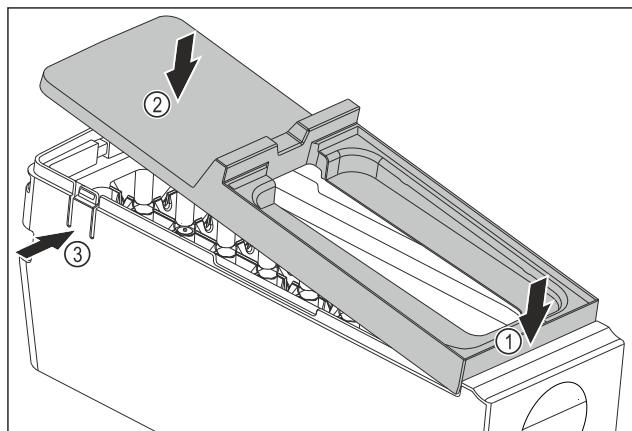

Fig. 94
- Montirajte poklopac tijela sustava EasyTwist-Ice: Postavite poklopac sprjeđa. Fig. 94 (1)
- Spustite poklopac straga. Fig. 94 (2)
- Poklopac će se čujno uglaviti u oba ježica Fig. 94 (3).